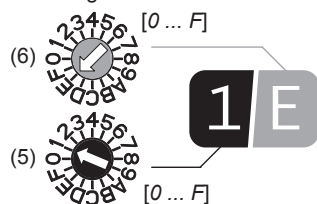

Bild 5: Beispieladresse „1/E“
Über die beiden Adressier-Dreheschalter (5), (6) lässt sich die Innenstation schnell und einfach adressieren. Die einzustellende Adresse ist 2-stellig, bestehend aus Gruppenadresse und Teilnehmeradresse. Sie muss mit der Adresse des zugehörigen Ruftasters an der Türstation identisch sein. Bild 5 zeigt den Aufbau der Adresse exemplarisch: